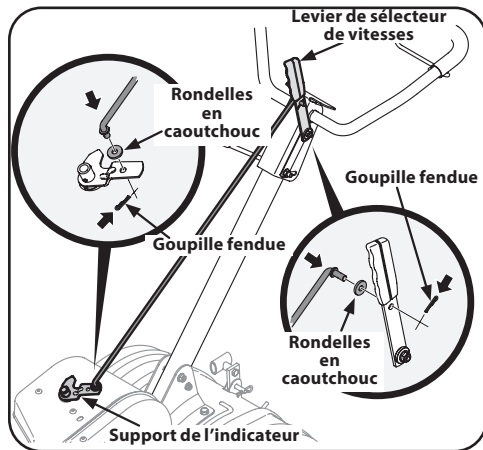

Figure 2-10
3. Insérez l'extrémité courte (courbée) de la tige dans le support de l'indicateur sur le boîtier du sélecteur de vitesse. Fixez la tige avec la goupille fendue retirée à l'étape 2. Voir Figure 2-10.
4. Insérez l'extrémité longue de la tige dans le trou du levier du sélecteur de vitesse. Fixez la tige avec la goupille fendue. Voir Figure 2-10.